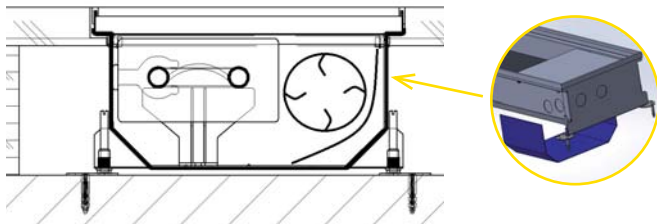

Рис. 5: Пустотелый пол – ребра жесткости для внутрипольного конвектора с вентилятором.
- При установке в пустотелый пол необходимо с внешней стороны корпуса конвектора установить ребра жесткости в пустотелом полу – Ребра жесткости предназначены для обеспечения стабильности (Рис. 5).